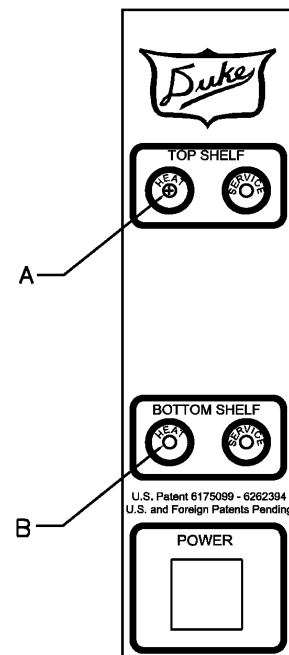

FIGURA 4.2
4. Observe el frente del control (figura 4.2). Oprima y suelte el botón S1 en la parte trasera del control hasta que comience a destellar la combinación deseada de luces en el frente del control. (vea la tabla 1.1)